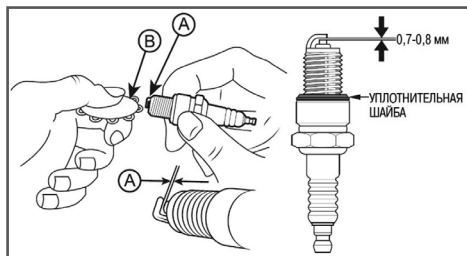

Рис. 26 Проверка межэлектродного зазора
4. Измерьте зазор А между электродами В. Зазор должен быть 0,7-0,8 мм (Рис. 26). При увеличении или уменьшении требуемого зазора, рекомендуется заменить свечу, так как регулировка зазора может привести к изменению качества искрообразования.